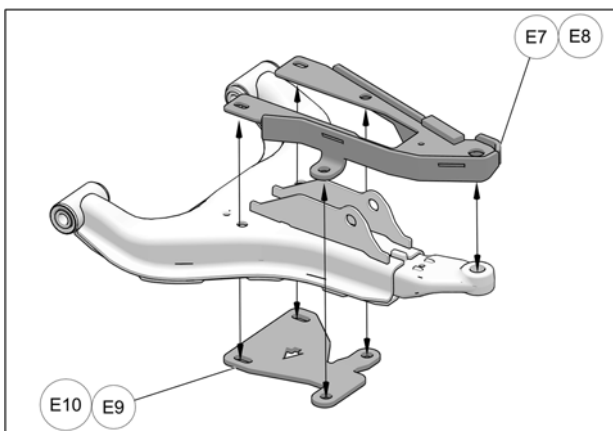

Fig. 17
6. Positionner la plaque de renfort (E7-E8) au-dessus du bras de suspension supérieur et la plaque de serrage (E9-E10) au dessous, comme montré à la Fig. 17